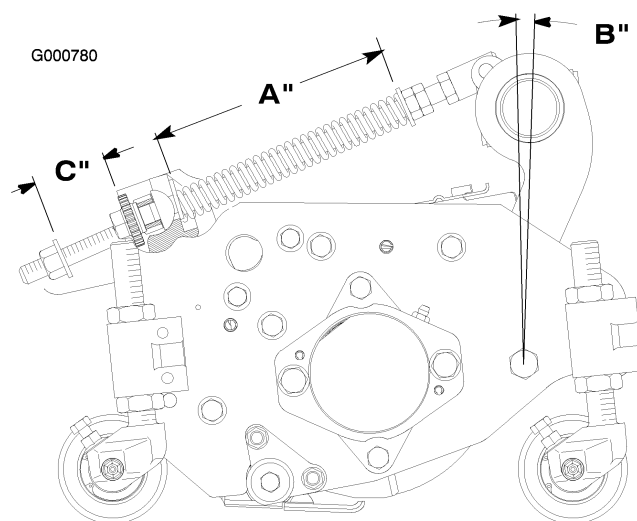

Figura 73
El muelle de compensación del césped (Figura 73), que conecta el bastidor de tiro a la unidad de corte,
1. Apriete la contratuerca del extremo trasero de la varilla del muelle hasta que el hueco (C) entre la parte trasera del soporte del muelle y la parte delantera de la arandela sea de 25 mm (1 pulgada) (Figura 73).
2. Apriete las tuercas hexagonales del extremo delantero de la varilla del muelle hasta que la longitud comprimida (A) del muelle sea de 203 mm (8 pulgadas) (Figura 73).
Nota: Cuando siegue césped basto u ondulado, aumente la longitud comprimida (A) del muelle a 216 mm (8,5 pulgadas) y el hueco (C) entre la parte trasera del soporte del muelle y la parte delantera de la arandela a 38 mm (1,5 pulgadas) (Figura 73).